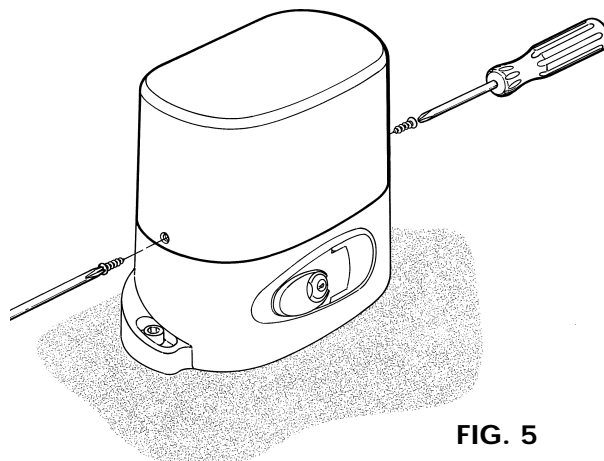

FIG. 5
Togliere il coperchio svitando le viti (Fig. 5).
Remove the cover unscrewing the screws (Fig. 5).
Enlever le couvercle en dévissant les vis (Fig. 5).
*Die Schrauben lösen und den Deckel abnehmen (Abbildung 5).*
Quitar la tapa destornillando los dos tornillos (Fig. 5).